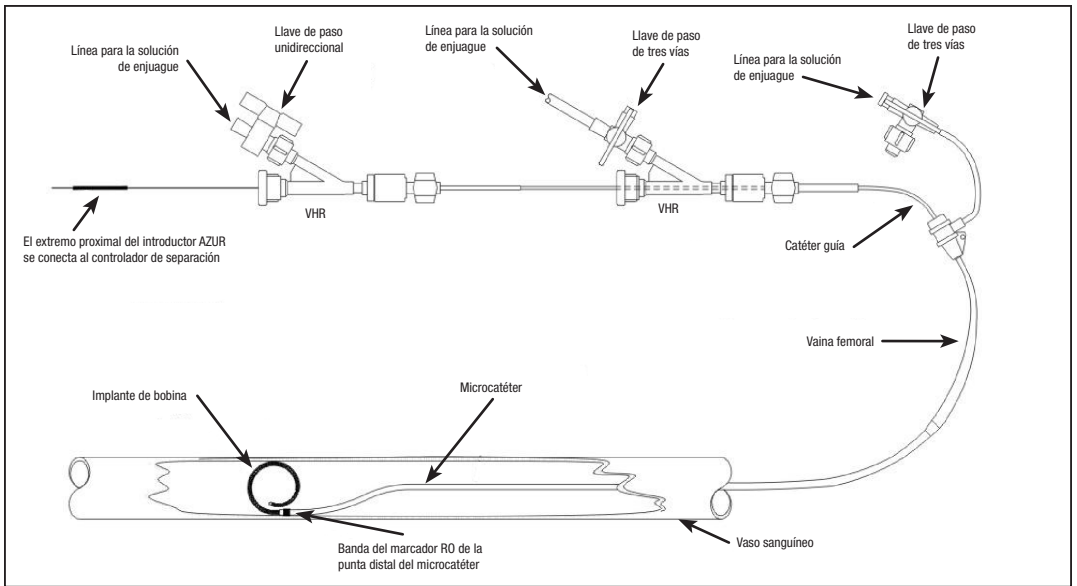

Figura 1: diagrama de preparación del sistema AZUR
1. Consulte la Figura 1 para ver el diagrama de preparación.